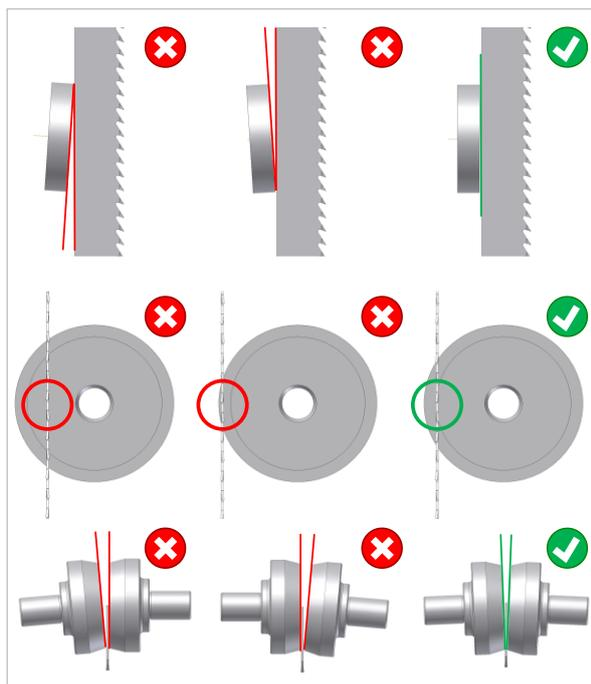

Figure 28 : réglage de base des galets arrière et latéraux
- Régler les galets latéraux de manière à ce qu'ils ne touchent que légèrement la lame de scie (voir ⇨ Figure 28). Veiller à ce que la lame ne soit pas déviée latéralement !
- La ⇒ Figure 28 indique complètement à droite le réglage optimal des galets arrière et latéraux et à gauche et au centre, les réglages incorrects à éviter.
- Le galet arrière doit être parallèle au dos de la lame de scie (vertical) (⇒ Figure 28 en haut à droite).
- La lame de scie doit passer exactement devant le bord intérieur des galets arrière (⇒ Figure 28 centre à droite).
- Les angles d'ouverture entre les galets latéraux et la lame de scie doivent être les mêmes des deux côtés de la lame (⇒ Figure 28 en bas à droite).
Arêtes trop aiguisées à la base de la dent	→ Vérifier le réglage de base (⇒ Figure 28) et régler à nouveau le cas échéant (voir ⇒ 11.7.2).
La lame de scie va trop loin à l'intérieur du galet arrière.	→ Vérifier le réglage de base (⇒ Figure 28) et régler à nouveau le cas échéant (voir ⇒ 11.7.2).